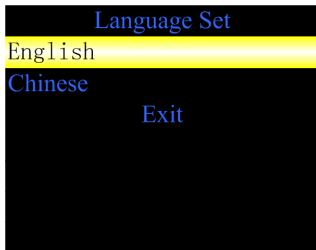

Figure 5.4 Menu de configuration de la langue
2) Le menu de configuration de la langue est illustré à la Figure 5.4